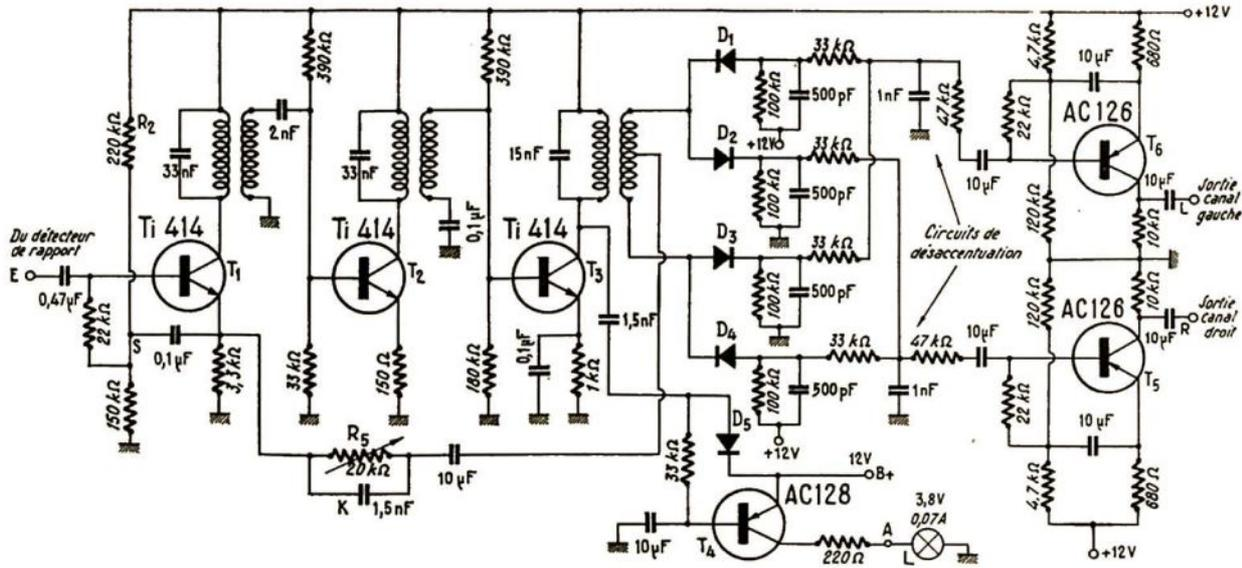

Fig. 3. — Schéma du décodeur stéréophonique
**Le décodeur stéréophonique :** Le décodeur se présente sous l'aspect d'une plaquette à câblage imprimé de 120 x 75 mm, d'une hauteur maximum de 35 mm. Son schéma est indiqué par la figure 3. Les signaux multiplex prélevés sur la base du transistor T1 Ti 414 monté en émetteur follower. Les signaux somme et différence cor-